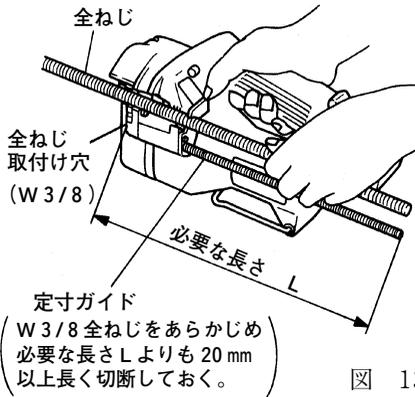

図 13
- (1) あらかじめ、W3/8全ねじを必要な長さより20mm以上長く全ねじを1本切断し、これを定寸ガイドとして使用します。
- (2) 定寸ガイドの全ねじを本体のブラケット(B)に設けられた全ねじ取付け穴にねじ込みます。(図13) この際、定寸ガイドの全ねじの端部とカッタとの距離が必要な長さLになるように調整してください。
- (3) 切断しようとする全ねじを、定寸ガイドの全ねじと端をそろえてカッタにセットし、切断します。